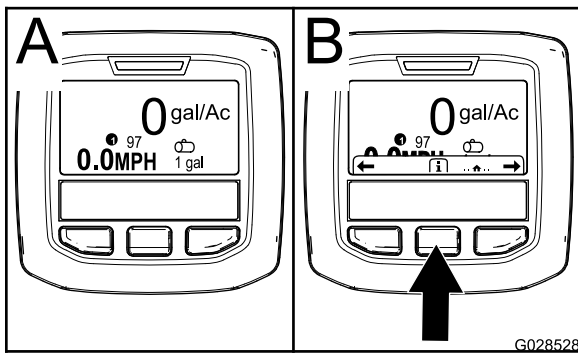

Figure 59
2. L'écran d'accueil s'affiche au bout d'environ 15 secondes. Appuyez sur le bouton de sélection central pour afficher le menu contextuel (Figure 59).